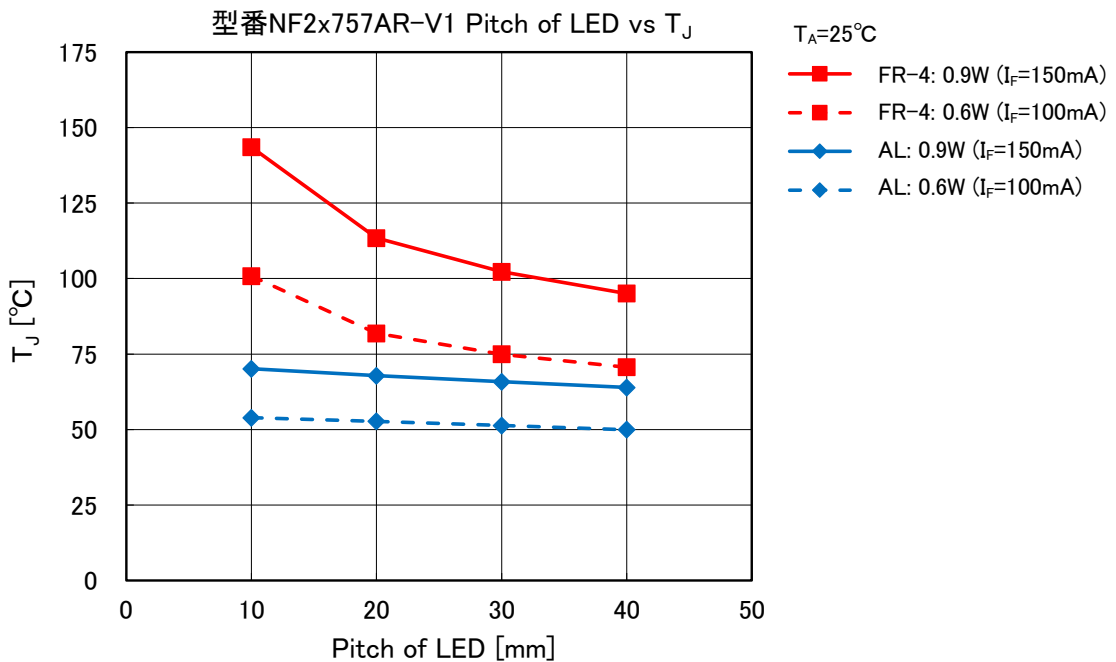

図 3. 型番 NF2x757AR-V1 評価結果
0.6W( $I_F=100\text{mA}$ )と 0.9W( $I_F=150\text{mA}$ )における LED 実装ピッチと中心 LED の  $T_J$  の関係を図 3 に示します。FR-4 におけるこれらの条件下では、20mm 以上のピッチを設けることで相互影響は小さくなります。また、アルミ基板では 10mm ピッチでも相互影響は小さく、狭ピッチでの配置が可能です。